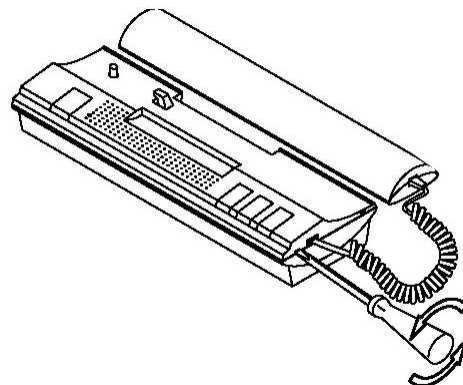

rys. 4
7. Połączyć ponownie obie części obudowy (rys.4) pamiętając by wierzchołek diody LED znalazł się w otworze na niego przeznaczonym.